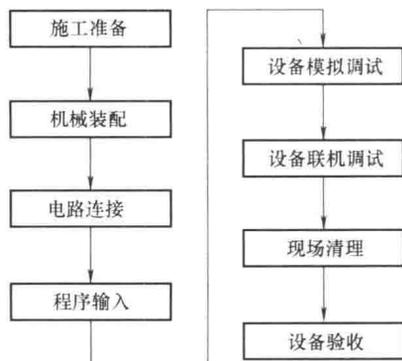

图 1-8 送料机构的组装与调试流程图
(5) 制订施工计划 送料机构的组装与调试流程如图 1-8 所示，施工人员应根据施工任务制定计划，填写施工计划表（表 1-2），确保在定额时间内完成规定的工作任务。